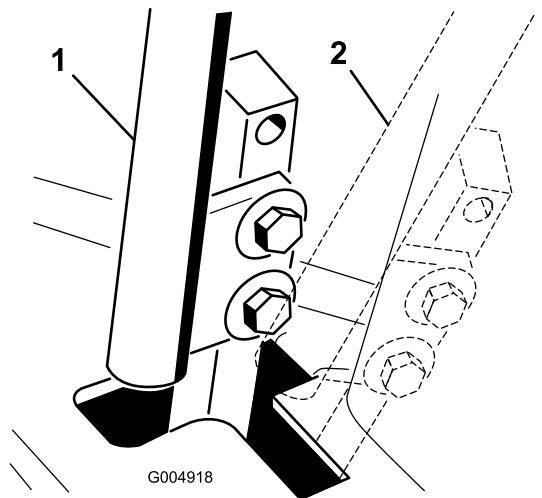

Figura 60
- 4. Mettete la leva di controllo in folle **senza bloccarla** (Figura 60).
- 6. Controllate dove la leva di controllo corrisponde alla tacca nella consolle (Figura 60).